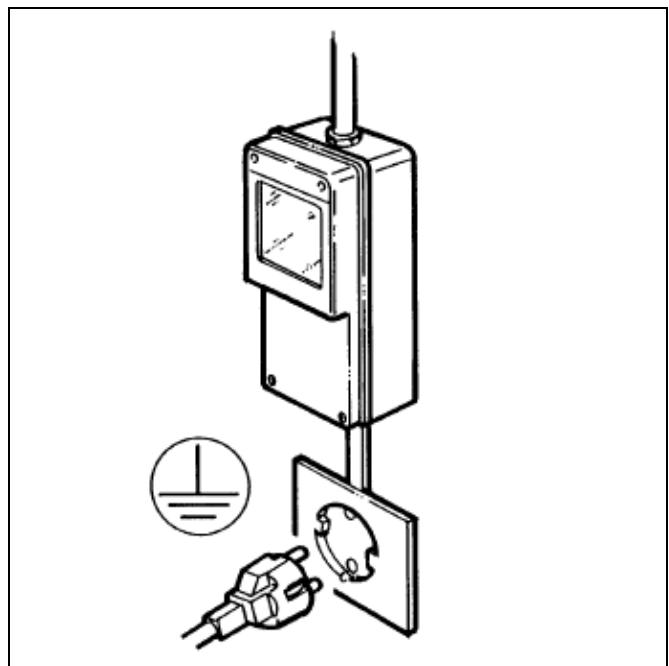

Fig. 3
S'assurer que le raccordement est effectué à une installation dotée de mise à la terre efficace comme il est prévu par la réglementation de sécurité en vigueur (fig.3).
- Il est indispensable, pour une installation sûre et correcte, de disposer d'une prise spéciale commandée par un interrupteur magnéto-thermique avec une distance d'ouverture des contacts égale ou supérieure à 3mm, conforme à la réglementation nationale de sécurité en vigueur (fig.3).